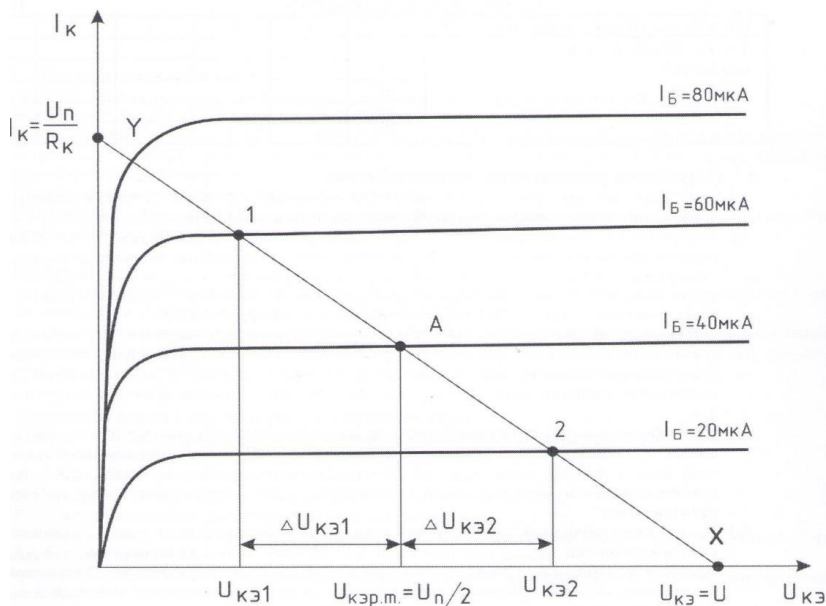

Рисунок 2.9 Определение величины изменения выходного напряжения усилителя от изменения тока базы.
4.2 Постройте на семействе выходных характеристик линию нагрузки. Для этого примите напряжение питания схемы усилителя  $U_n = 10$  В и отметьте точку X на графике характеристик (рис. 2.9). Выберите оптимальное положение рабочей точки A (р. т.) с напряжением  $U_{к р.т} = U_n / 2 = 5$  В на характеристике с током базы  $I_b = 40$  мкА. Проведите через найденные точки X и A линию нагрузки до пересечения с осью тока коллектора  $I_k$ . Обозначьте на графике
4.4 По графикам выходных характеристик (см. рис. 2.9) определите, какими будут изменения напряжения коллектор-эмиттер  $\Delta U_{кэ1} = U_{кэ1} - U_{кэ р.т}$  и  $\Delta U_{кэ2} = U_{кэ1} - U_{кэ р.т}$  при уменьшении и увеличении значения тока базы в рабочей точке  $I_{б р.т}$  на 20 мкА. Занесите результаты в табл. 2.3 и сделайте вывод